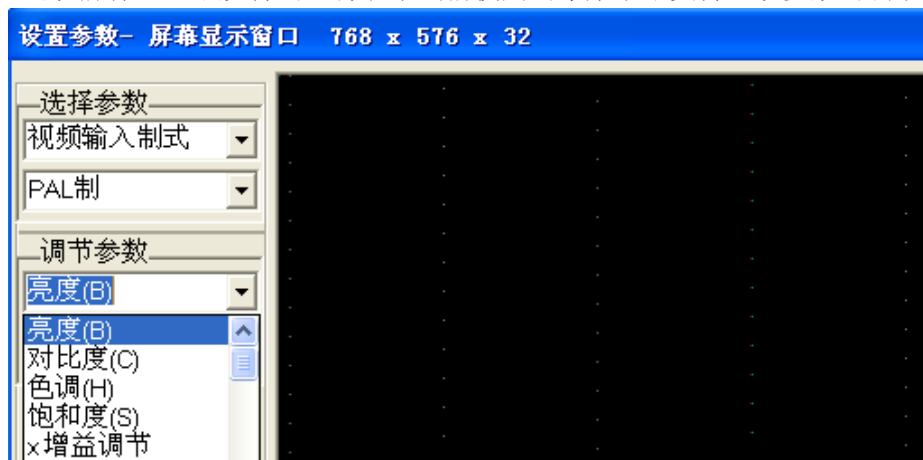

图 12
- 10, 调整好采集卡的参数后，当您正常关闭 OK Demo 时，会弹出对话框询问您是否保存采集卡的当前参数，如图 12 所示：选择“是”可以将采集卡的参数保存到本地计算机，下次再打开时会按照本地计算机存储的参数对采集卡进行设置；选择“否”当前参